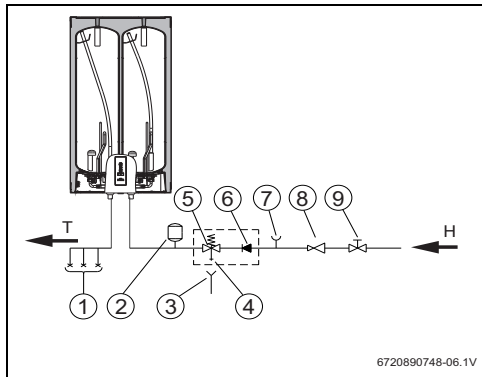

Fig. 7 Sistema fechado (pressurizado)
- ▶ No caso de sistema fechado sob pressão (Fig 7.) devem ser utilizadas torneiras misturadoras sob pressão nos pontos de consumo.
- ▶ Montar a válvula de segurança na ligação de água fria do termoacumulador (Fig. 7).
- ▶ Instalar uma válvula redutora (Fig. 7). A válvula de segurança vai atuar sempre que a pressão da água no termoacumulador for superior a 9 bar ($\pm 0,5$ bar), pelo que é necessário prever uma forma de canalizar o escoamento dessa água.